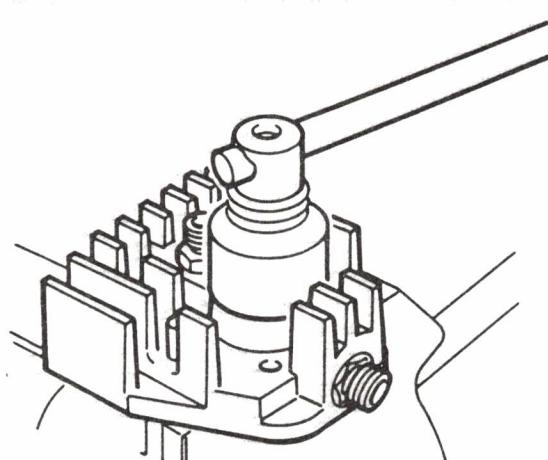

Bild 22 Verschraubung entfernen
- Druckverschraubung (23/3) heraus- schrauben (Bild 22).